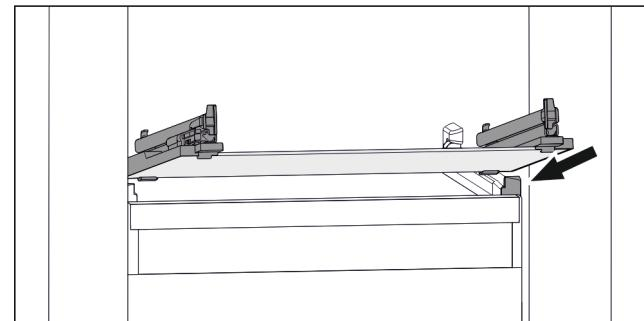

Fig. 115 Примерно изображение на стъклена плоча
- ▶ Поставете стъклена плоча под ъгъл зад ограничителите. (виж Fig. 115)